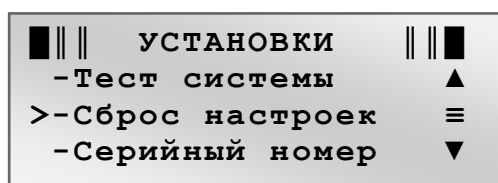

Рис. 2.41 Сброс настроек устройства
- выполнить полный сброс настроек модуля для чего в меню УСТАНОВКИ (см. Рис. 2.41) выбрать пункт "Сброс настроек" и нажать кнопку ВВОД.